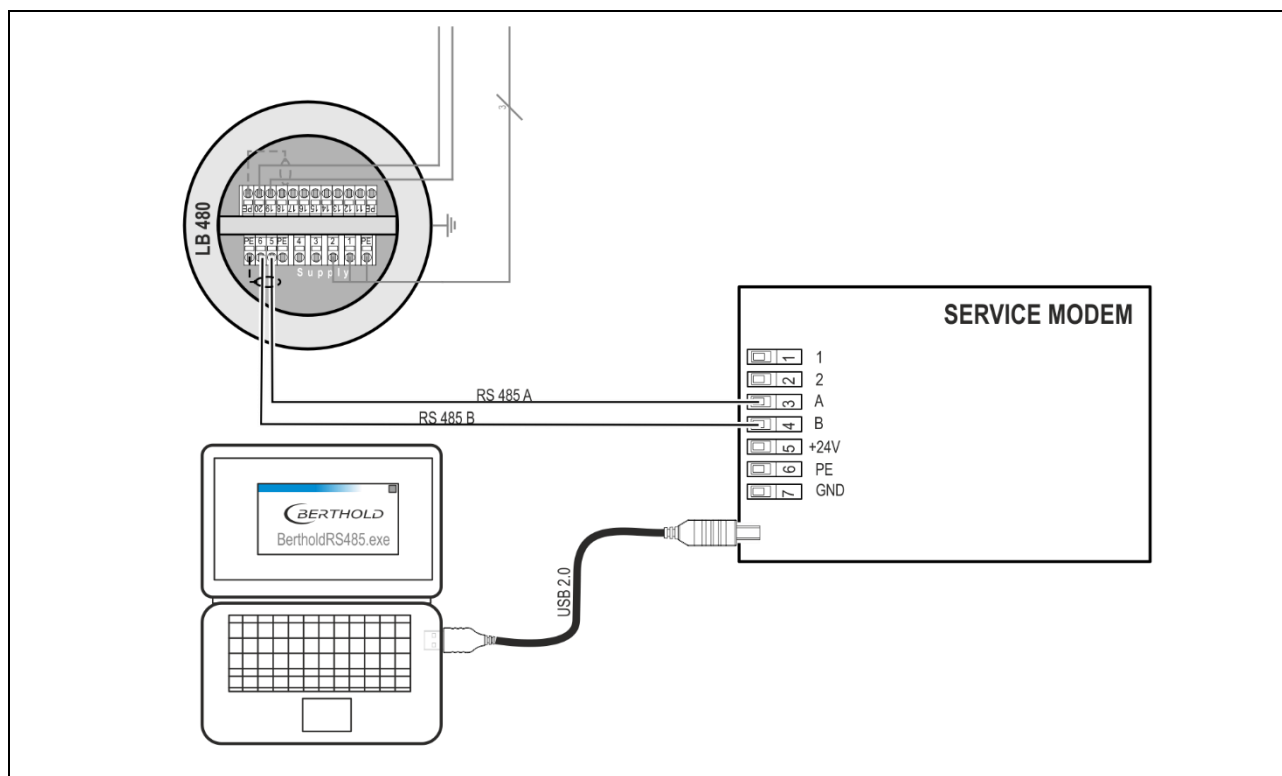

Abb. 1 Anschlussschema Detektor – Service-Modem – PC
7. Verbinden Sie den Detektor mit dem Service-Modem über diese RS485 Schnittstelle, siehe Anschlussschema Abb. 1 und die folgende Tabelle. Die Spannungsversorgung des Detektors darf während der Softwareaktualisierung nicht unterbrochen werden.